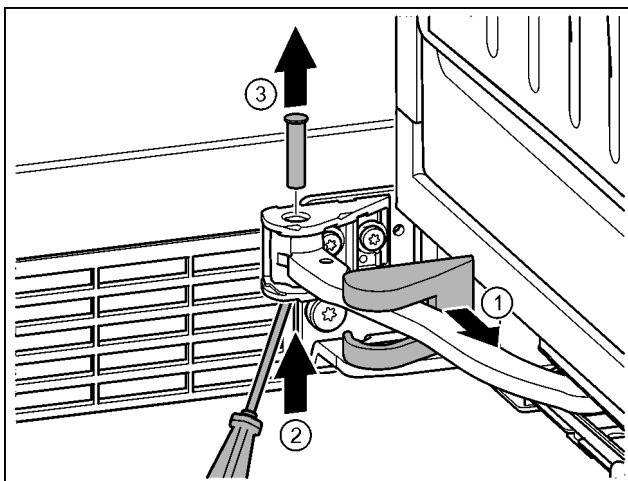

Fig. 15
- Lagerbockabdeckung abziehen und entlang des Gelenks verschieben. Fig. 15 (1)
- Bolzen mit Finger oder Schraubendreher von unten anheben. Fig. 15 (2)
- Mit Schraubendreher unter den Bolzenkopf fahren und herausziehen. Fig. 15 (3)